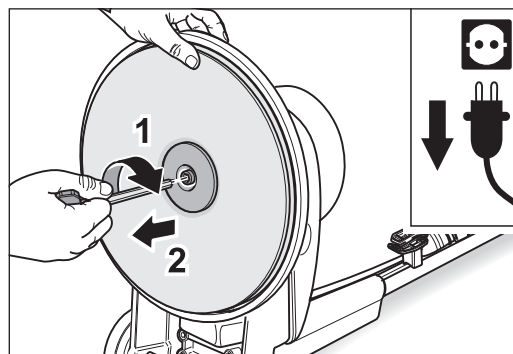

Fig. 18 ¡Girar el tornillo para aflojarlo **en el sentido de las agujas del reloj** (ROSCA IZQUIERDA)!
- 5 ¡Para soltar la arandela tensora del papel, gire el tornillo con una llave Allen **en el sentido de las agujas del reloj** (ROSCA IZQUIERDA)! Mientras, sujete el plato portaabrasivos con firmeza (fig. 18).